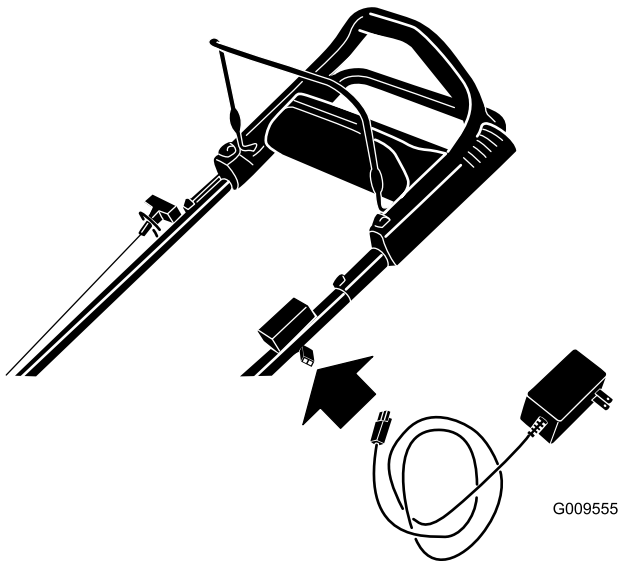

Figura 25
- Conecte el cargador al arnés de cables de la máquina, situado debajo del botón de arranque eléctrico (Figura 25).